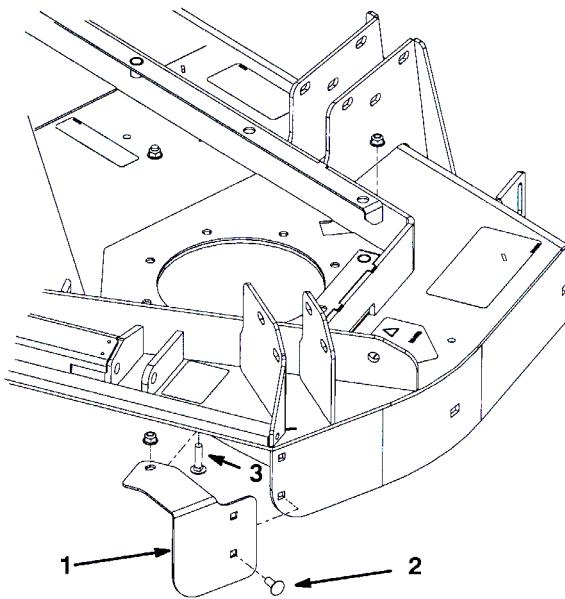

図3
- 右側フット・シールドを、カッティングユニットの右後角に仮止めする (5/16 x 3/4" キヤリッジ・ボルトとフランジ・ナット各 2 を使用)。シールドおよび取り付け具の位置は図3を参照。
- フット・シールドの上部を、カッティングユニットに仮止めする (5/16 x 3/4" キヤリッジ・ボルトとフランジ・ナットを使用)。取り付け具の位置は図3を参照。